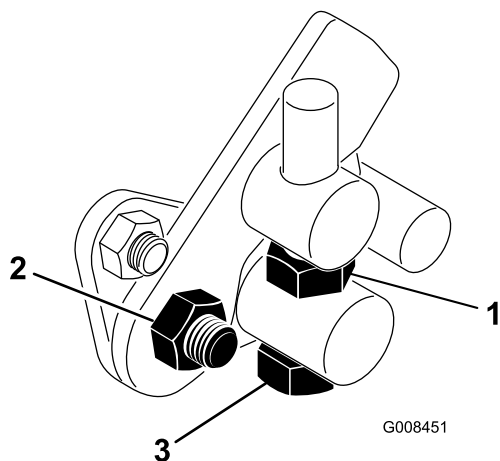

Figura 44
1. Liberte a porca de retenção do parafuso do eixo (Figura 44).
4. Aperte a porca de retenção no parafuso do eixo e a porca na articulação do pedal para bloquear o ajuste (Figura 44). Verifique o ajuste e ajuste se for necessário.
1. Retire o painel do radiador (Figura 44).